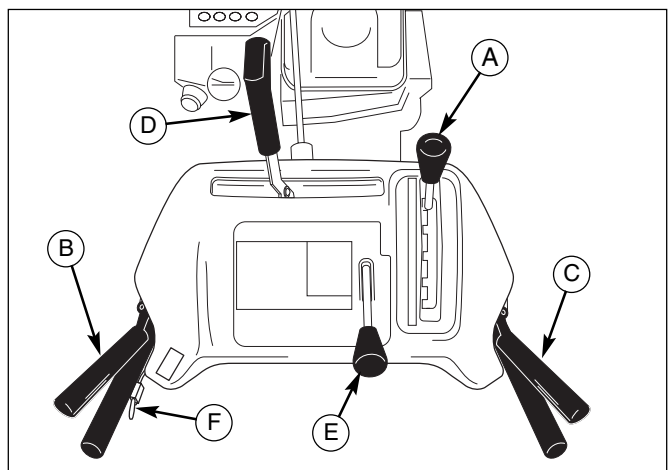

Figure 2. Commandes (du poste de commande)
7. Vérifiez la commande de transmission (B, figure 2) et celle de la vis (C) pour une manoeuvre adéquate. Si le réglage est exigé, voir la partie entretien du manuel.
8. Vérifiez la commande de la chute (D, figure 2) pour une manoeuvre adéquate. La chute doit pouvoir pivoter librement dans les deux directions. Voir partie entretien du manuel pour les procédures de réglage et de dépannage.
9. Vérifiez le déflecteur de la chute (E, figure 2) pour une manoeuvre adéquate. Le déflecteur doit pivoter librement de haut en bas.
11. Vérifiez le sélecteur de vitesse (A, figure 2) pour une manoeuvre en douceur. Le levier de commande de la boîte de vitesse doit glisser librement entre chaque vitesse et revenir au point mort lorsqu'il est relâché. Si le sélecteur de vitesse ne glisse pas librement entre les positions d'avancement et de recul, contactez le distributeur agréé pour l'assistance.
3. Appuyez à fond et retenez la commande d'embrayage de la vis transporteuse (C, figure 2) par le levier de droite pour lancer la rotation de la vis. Le fait de relâcher la commande de débrayage de la vis débrayera la vis à moins **que la commande manuelle soit activée (voir étape 5 ci-dessous)**.
4. Appuyez à fond et retenez le levier de la commande de traction et Free-Hand™ (B, figure 2) par le levier de gauche pour embrayer la commande de traction et commencez à déplacer la souffeuse. Pour débrayer la commande de traction, relâchez complètement le levier.
6. Sélectionnez les vitesses d'avancement ou de recul en utilisant le sélecteur de vitesse (A, figure 2). Relâchez les deux leviers de commande avant de changer de vitesse.
Utilisez le sélecteur de vitesse (A, figure 2) pour contrôler la vitesse de la souffleuse. Il y a cinq vitesses d'avancement et deux vitesses de recul.
Pour changer les vitesses, relâchez le levier de commande de la vis (B, figure 2), et ensuite placez le sélecteur de vitesse sur la vitesse désirée. Abaissez complètement les leviers de commande pour reprendre le soufflage.